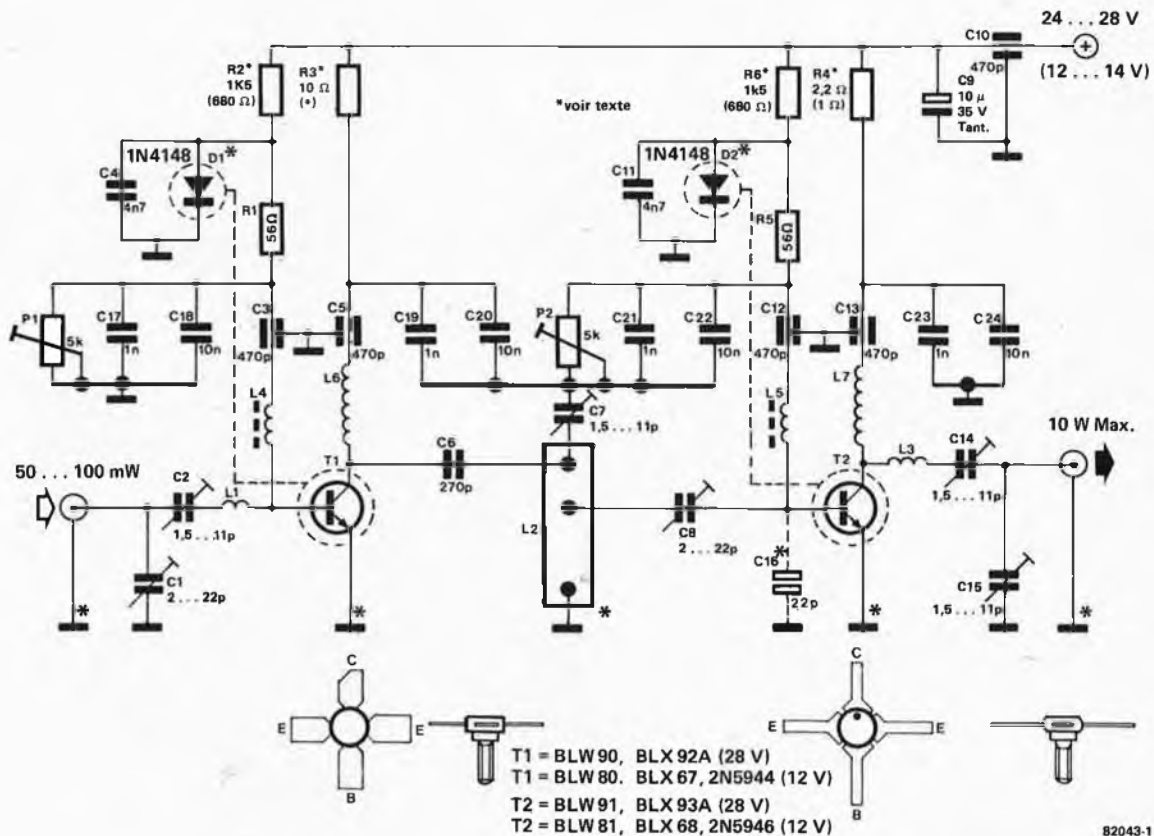

Figure 1. Schéma de principe de l'amplificateur à deux étages qui devrait permettre 10 watts sur la bande des 70 cm.
Le choix entre deux versions vous est laissé: l'une fonctionnant en 28 volts, l'autre en 12 volts. La figure 1 illustre le schéma de principe de l'amplificateur.
Penchons-nous un peu sur le schéma de la figure 1. Le signal de 70 cm arrivant à l'entrée est transmis à la base de T1 après avoir traversé un réseau d'adaptation, C1, C2 et L1. La bobine L4 permet d'effectuer le réglage de la base de T1. Cette self d'amortissement a pour but d'empêcher la tension (U)HF envoyée à la base, d'atteindre le réseau d'ajustement.